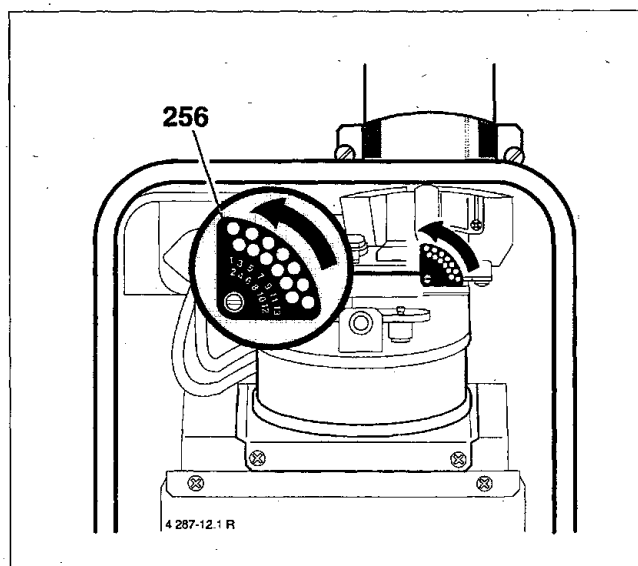

Bild 12
- Verdrehen Sie die Drosselblende (256) so, bis das Loch mit der entsprechenden Kennziffer für die Blendeneinstellung senkrecht steht (Bild 12).